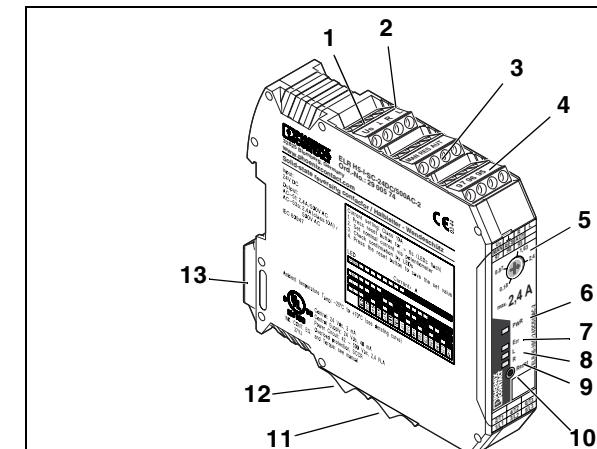

Fig. 1
3.1. Elementos de mando (fig. 1)